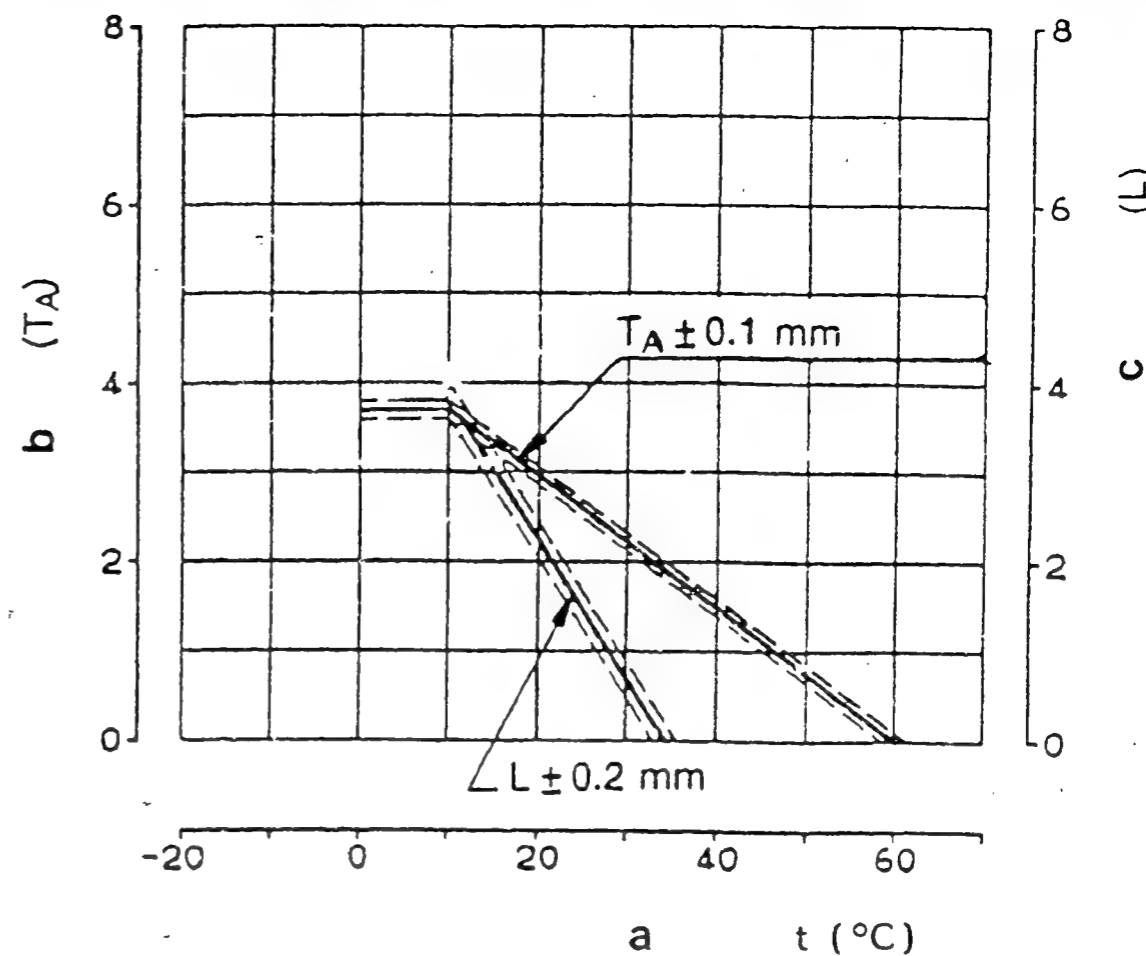

Bild 7
- 1) Aus dem Diagramm (Bild 7) den Spritzverstellerhub für die Lufttemperatur zum Zeitpunkt der Einstellung ablesen.
- 2) Mit der Spritzversteller-Einstellschraube (1) den Spritzverstellerhub so einstellen, daß er mit dem oben unter Punkt 1) abgelesenen Wert übereinstimmt.
- 1) Ein Parallelendmaß (Fühlerlehre) mit  $L \pm 0,2$  mm (berechnet mit Hilfe von Abb. 7) zwischen dem Haltewinkel (5) und der Einstellschraube des Verstellhebels (4) einführen.
- 2) Die Schraube (2) so anziehen, daß der Stift des FICD-Hebels (3) den Verstellhebel (4) berührt. Anschließend die Schraube (2) mit der Mutter fixieren.